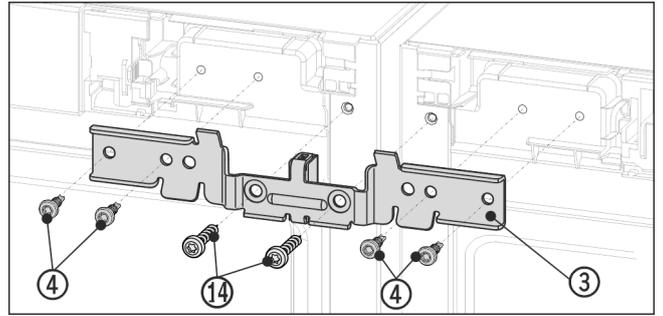

Fig. 10 例图
- ▶ 使用间隔垫片将角 Fig. 10 (3) 推入设备和销钉上。使用四颗螺栓 Fig. 10 (4) 连同先前旋出的地脚螺栓 Fig. 10 (14) 左右交替旋松角。